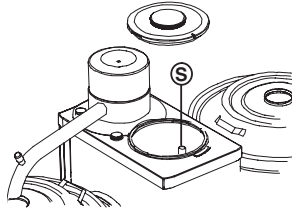

Fig. 22 Tuyau de trop plein du générateur eau chaude
- Videz le reste d'eau par le tuyau de trop plein. Pour ce faire, tirez sur le tuyau de trop plein (S.) se trouvant dans le générateur eau chaude par l'embout isolant (fig.22).
- Videz l'eau restante par le tuyau de trop plein. Pour ce faire, tirez sur le tuyau de trop plein (S., fig.22) .
- Videz l'eau restante par le tuyau de trop plein. Pour ce faire, tirez sur le tuyau de trop plein d'eau (S., fig.22) .
- Videz l'eau restante par le tuyau de trop plein. Pour ce faire, tirez sur le tuyau de trop plein (S., fig.22).